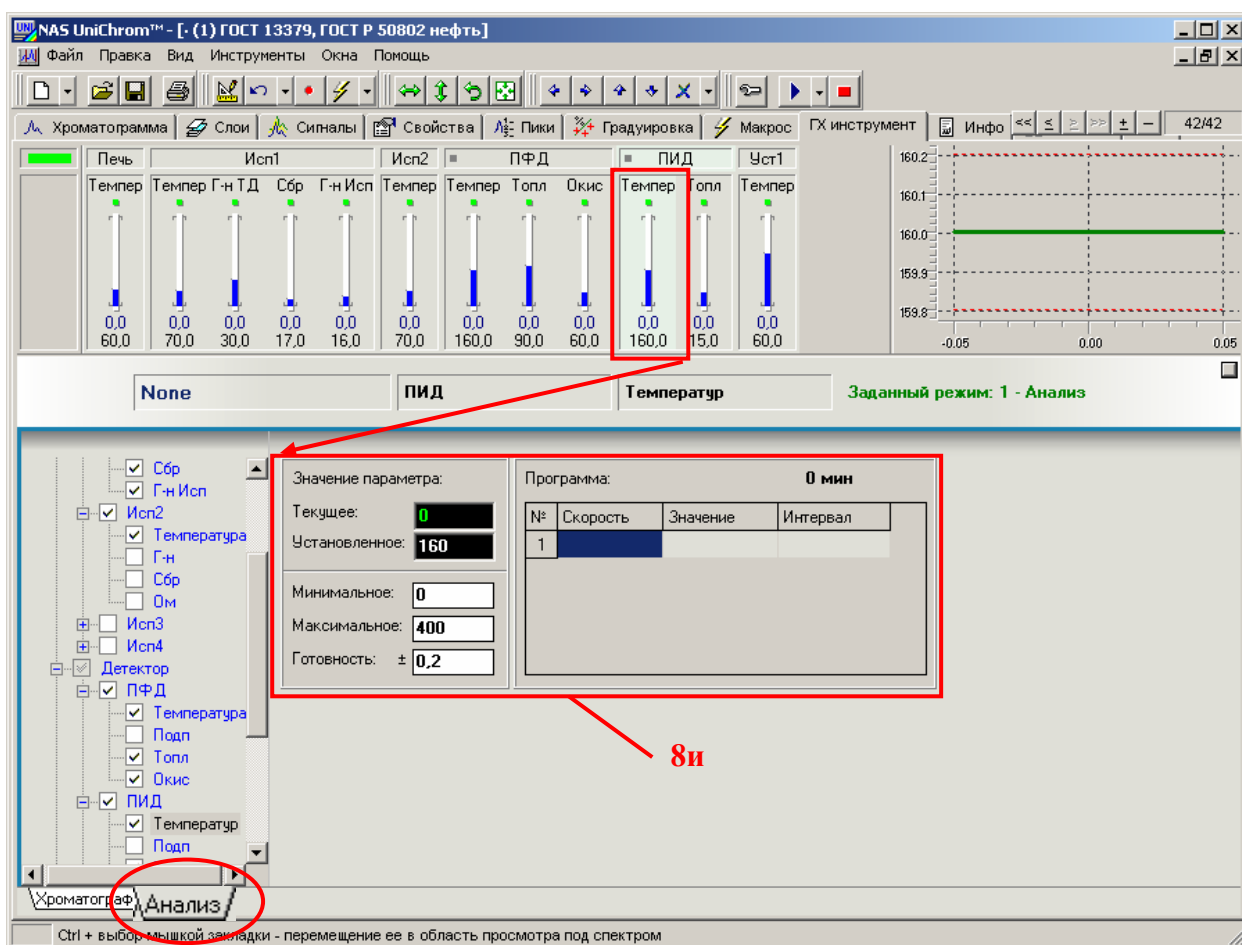

Рис. 18. Установка температуры детектора ПИД.
- Подведите курсор мыши в область «рисованного» регулятора температуры детектора ПИД (см. Рис. 18).